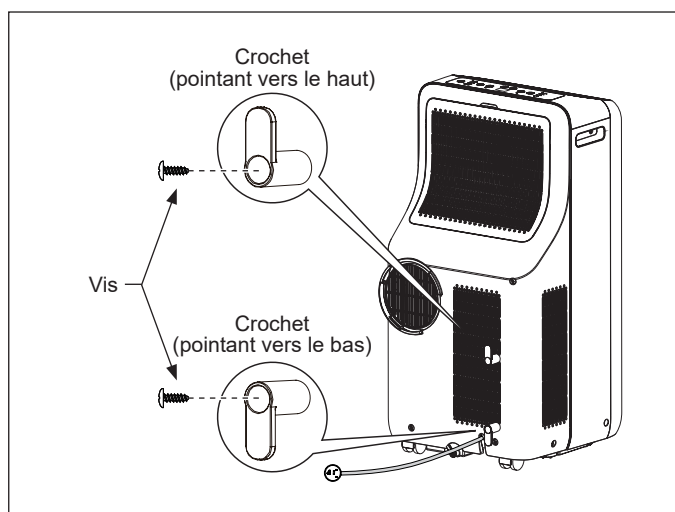

FIGURE 2
1. Fixez les crochets d'enroulement du cordon d'alimentation à l'arrière de l'appareil à l'aide des vis fournies (le sens des crochets est indiqué à la figure 2).